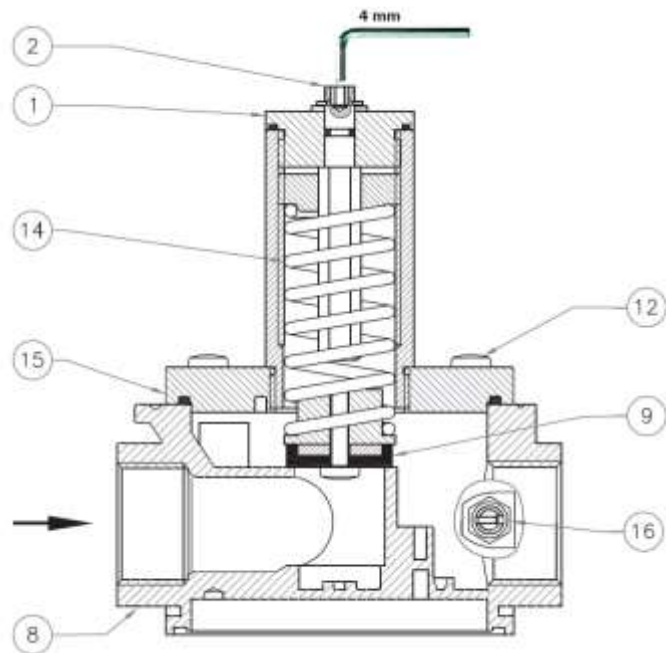

Рис. 4
Клапан (рис. 4): запорный колпачок (1); регулировочный винт (2). корпус (8); затвор (9); винты крепления (12); пружина регулирующего устройства (14); верхняя крышка (15); золотник отбора давления (16) (опция).